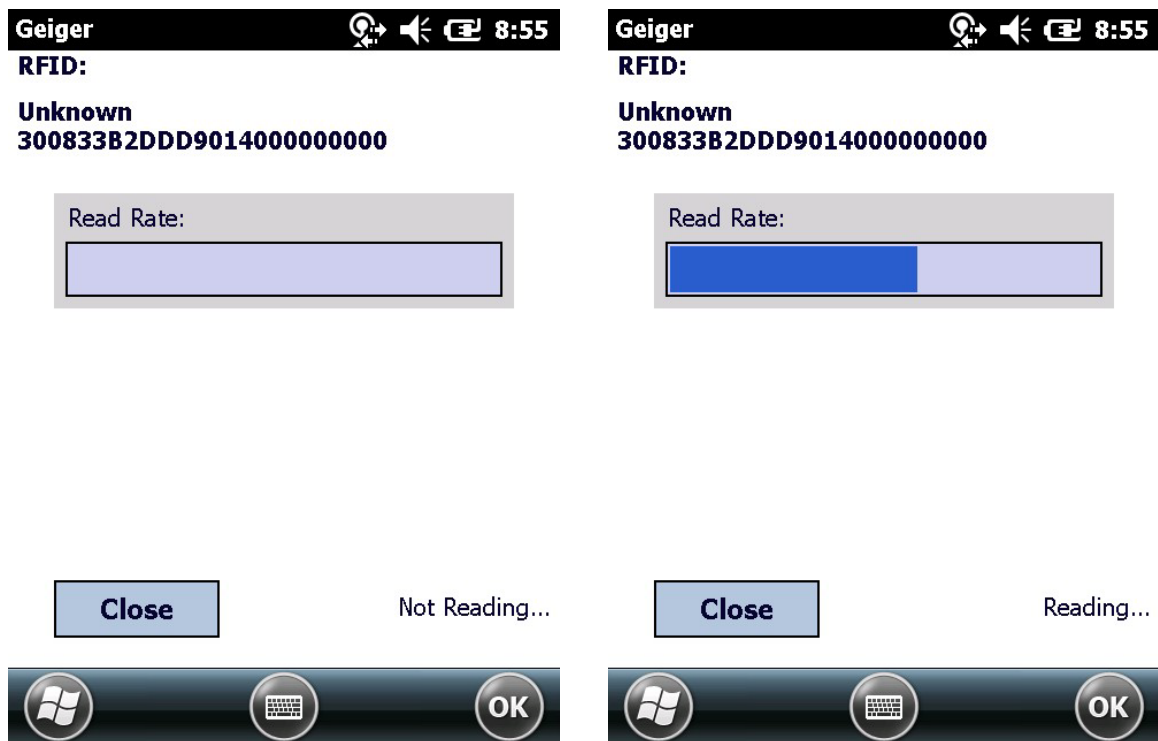

図 4-11 Geiger Counter の受信強度
2. 見つからなかった品目をどれか 1 つタップします。図 4-11 に示したように Gieger Counter の画面が開きます。